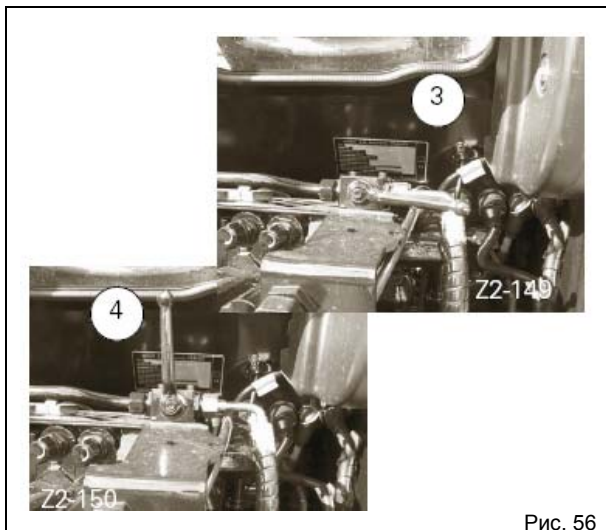

Рис. 56
3. Для облегчения подсоединения прицепа конец крюка можно передвигать (поз. C, рис. 53) с помощью гидравлического цилиндра, открывая вспомогательный гидравлический клапан, расположенный в кабине после открывания контура клапанами (3, рис. 56).
ПРИМЕЧАНИЕ: После втягивания штока гидравлического цилиндра крюка закройте клапаны поз. 4 снова (рис. 56), чтобы обеспечить нормальную работу вспомогательного золотникового клапана.